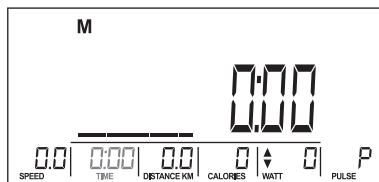
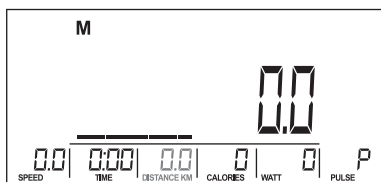
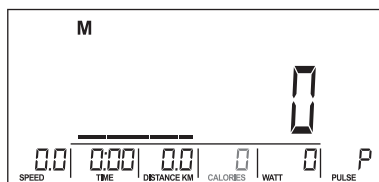
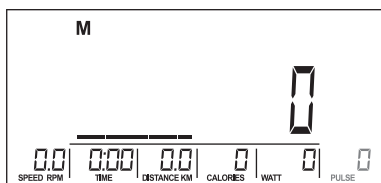

Fig. 10
Fig. 11
Fig. 12
Fig. 13
4. Utilizzare la manopola per impostare il TEMPO (Fig. 10), la DISTANZA (Fig. 11), le CALORIE (Fig. 12), il battito PULSE (Fig. 13). Premere MODE per confermare.
3. Utilizzare la manopola per impostare il valore del TEMPO (Fig. 10).